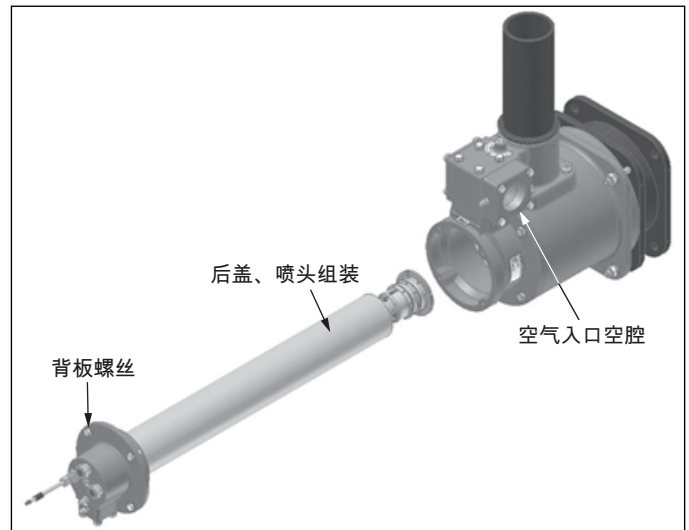

图 3.9
1. 如果已经安装好了，将后盖的螺栓松开，移出后盖装配体。见图 3.9。
3. 滑动组装好的烧嘴，通过空气进口室，然后进入燃烧室。见图 3.9。